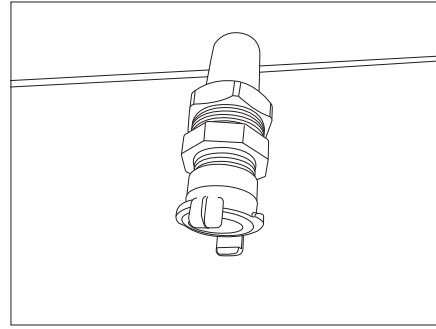

Fig. 180 Raccordement des eaux usées (tuyaux en matière plastique)
- Raccorder les eaux usées au raccordement des eaux usées (tuyaux en matière plastique, Fig. 180).